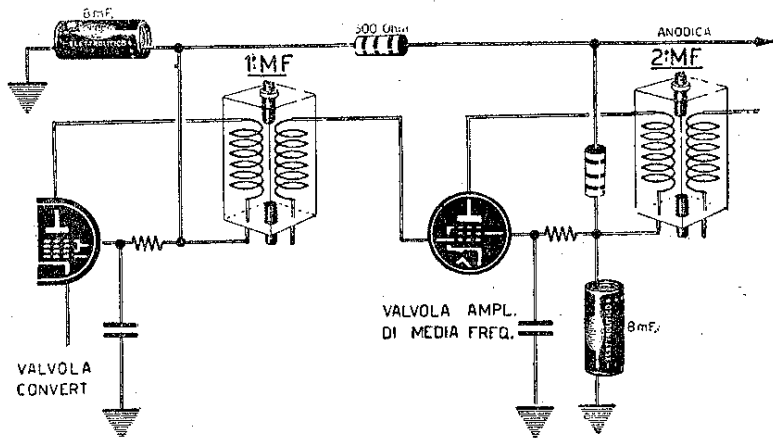

Fig. 112
**329** Se il difetto si verifica in un apparecchio autoconstruito la causa potrebbe attribuirsi ad uno scarso disaccoppiamento tra gli stadi di AF e BF. In questi casi è conveniente operare in modo che la tensione anodica che alimenta tali stadi risulti disaccoppiata per mezzo di una resistenza del valore di 1000 ohm 1 watt e di un condensatore elettrolitico con capacità da 8 a 16 nF (fig. 112).